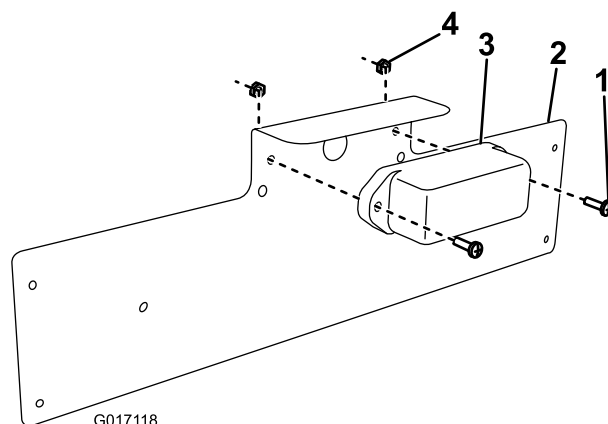

Figura 1
1. Instale o conjunto da placa de matrícula no suporte da placa de matrícula utilizando os dois parafusos de cabeça Phillips (10-24 x 5/8 pol.) e duas porcas de bloqueio (10-24) como se mostra em Figura 1.
3. Instale o conjunto de suporte da placa de matrícula na rampa central. Utilize dois parafusos flangeados de cabeça sextavada (5/16-18 pol.) e duas porcas de bloqueio (5/16 pol.) para prender o conjunto à rampa (Figura 1).